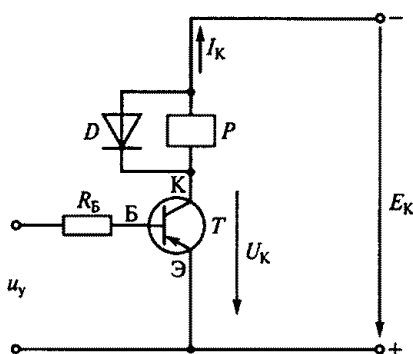

Рис. 273
12.17.Р. На рис. 273 приведена схема ключа на биполярном транзисторе T , в цепь коллектора которого включена обмотка электромагнитного реле P . С какой целью обмотка реле шунтирована обратным диодом D ?